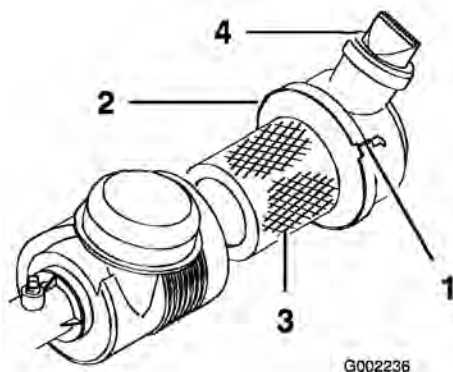

Figura 37
Verificate che il corpo del filtro dell'aria non abbia subito danni che possano causare perdite d'aria. Verificate che lo scodellino parapolvere sia montato a tenuta sul filtro dell'aria. Se il corpo del filtro dell'aria è danneggiato, sostituitelo. Prima dell'uso premete sempre la valvola (Figura 37) per eliminare polvere e corpi estranei. Eseguite la manutenzione del filtro dell'aria ogni 100 ore.
3. allentate la cinghia del filtro dell'aria che fissa il coperchio del filtro dell'aria sul corpo del filtro (Figura 37), e separate il coperchio dal corpo.
7. Fissate le cinghie (Figura 37).
4. Montate il coperchio con la valvola rivolta in giù, e fissate le cinghie (Figura 37).